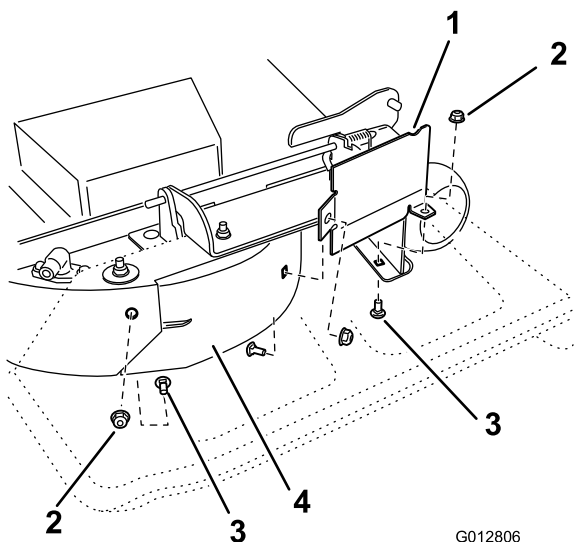

Figura 33
9. Retire el perno de cuello cuadrado (5/16 x 3/4 pulgada) y la contratuerca (5/16 pulgada), situados en la pared trasera de la plataforma de corte, que sujetan el deflector a la plataforma (Figura 33).
10. Localice el protector del deflector en el borde delantero del orificio de descarga lateral. Retire las fijaciones que sujetan el protector del deflector y el deflector derecho a la plataforma de corte, según se muestra en Figura 33. Retire el protector del deflector y guarde todos los herrajes.
12. Instale las fijaciones retirados anteriormente en los taladros delanteros de la placa de descarga y en el taladro delantero de la plataforma (Figura 33).